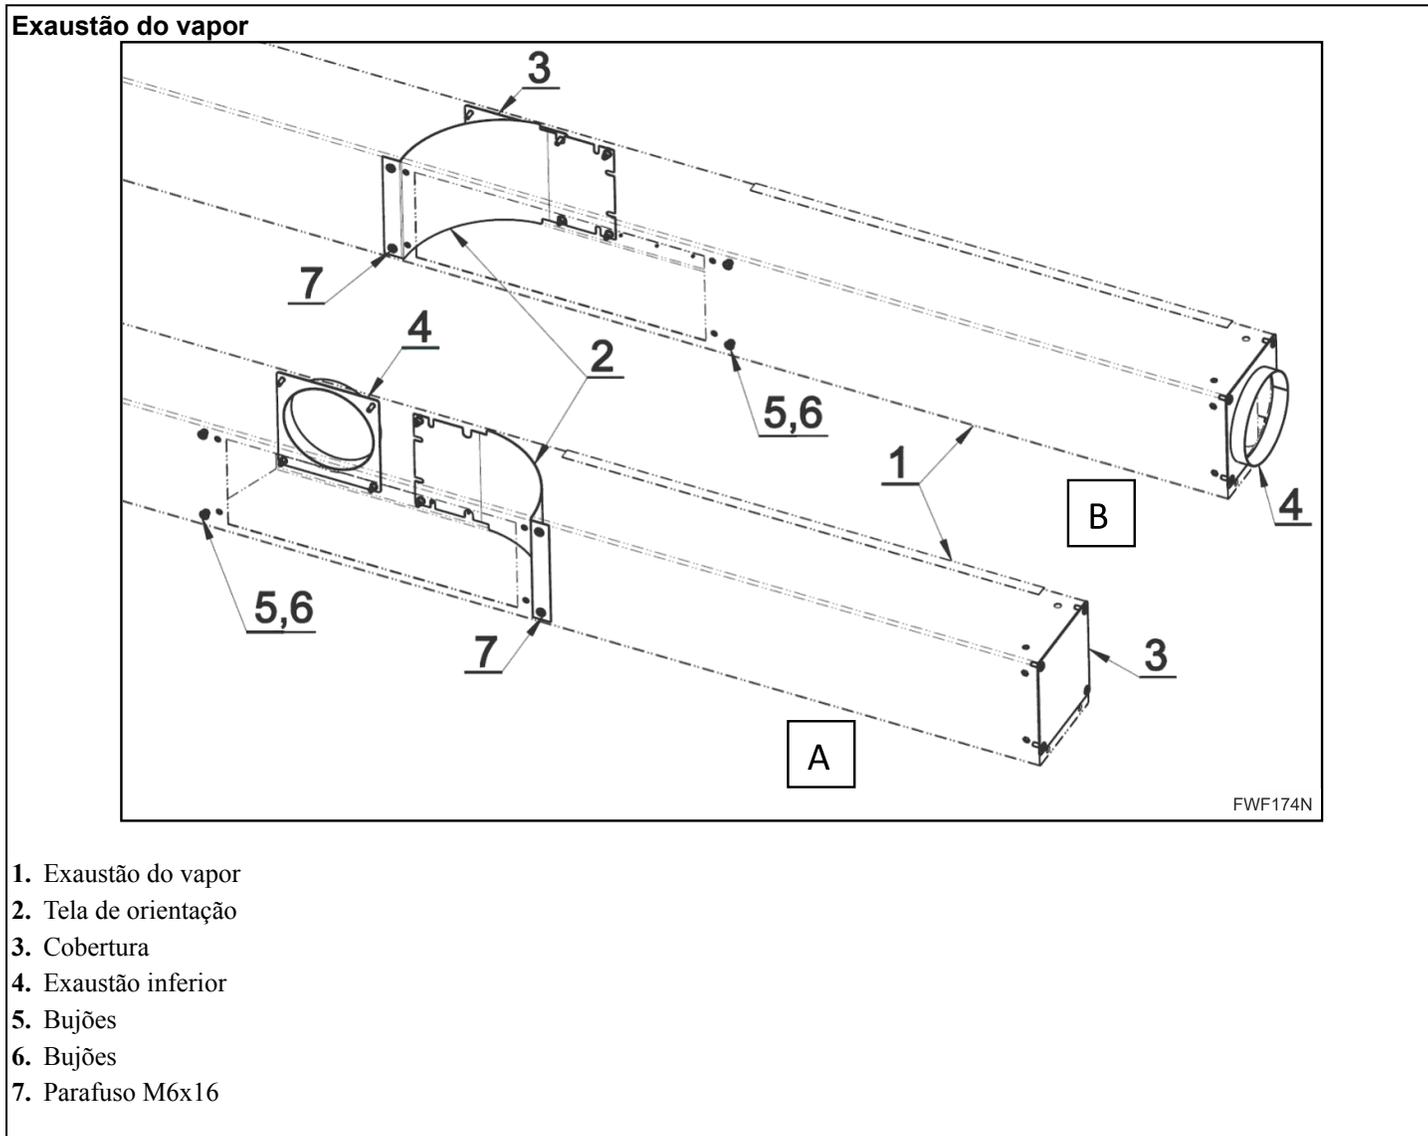

Figura 26
- As máquinas são fornecidas em duas versões no que diz respeito ao sistema de exaustão de vapor. Consulte a *Figura 26* e o capítulo *Conexão à exaustão de vapor*.
- A – exaustão de vapor traseira: *Figura 26 – versão A e Figura 11*.
- B – exaustão de vapor à direita: *Figura 26 – versão B e Figura 12*.
- Alteração da posição da tela de orientação (2)
- Intercâmbio das posições dos bujões (5), (6) – 2 pçs.
- Intercâmbio dos componentes (3) e (4)